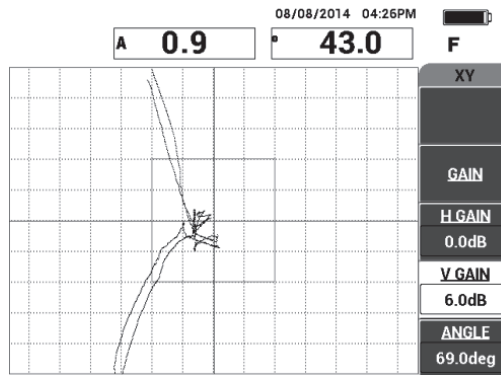

Figura 6-9 Regolazione del GUAD.O. e GUAD. VER.
5. Se necessario, regolare **GUAD.O.** (tasto C) e **GUAD.VER.** (tasto D) per ottenere una più netta distinzione tra le due perdite di adesione (vedere Figura 6-9 a pagina 143).